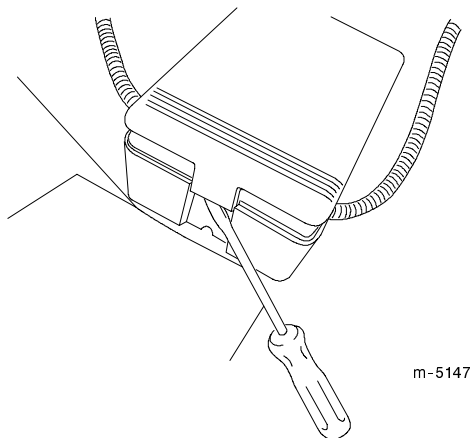

Figure 5
**Note:** A l'aide d'un tournevis à lame plate, soulevez le couvercle de la batterie (Fig. 5). Débloquez les deux extrémités du couvercle avant de le déposer pour ne pas l'endommager.